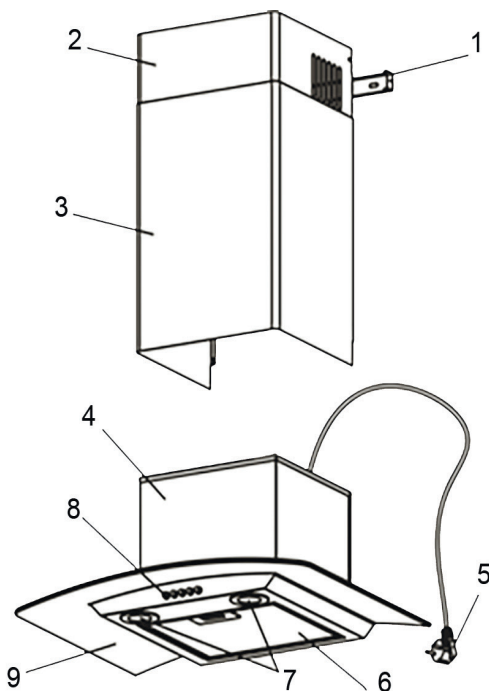

Fig. 1
- 11.** Îmbrăcați cupola decorativă exterioară 2, Fig.1 în interiorul celei interne și cu bara ridicați-o până la tavan astfel încât să acopere complet canalul de aer.